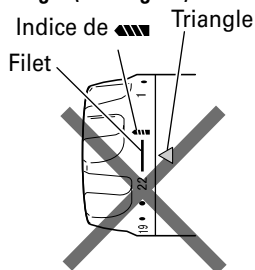

Fig. 11
6. Fonction du sélecteur du mode de vitesse de rotation. (Fig. 11)
- (1) En mode visseuse, alignez l'un des chiffres du sélecteur "1, 3, 5 ... 22" ou le point avec le repère triangulaire sur le corps.
- (2) En mode perceuse, alignez le symbole du foret "▲" sur le sélecteur de débrayage avec le repère triangulaire sur le corps.
- N'utilisez pas l'outil avec le sélecteur de débrayage positionné entre le chiffre "22" et la ligne au centre du symbole du foret "▲", vous risqueriez de l'endommager (Voir Fig. 11).